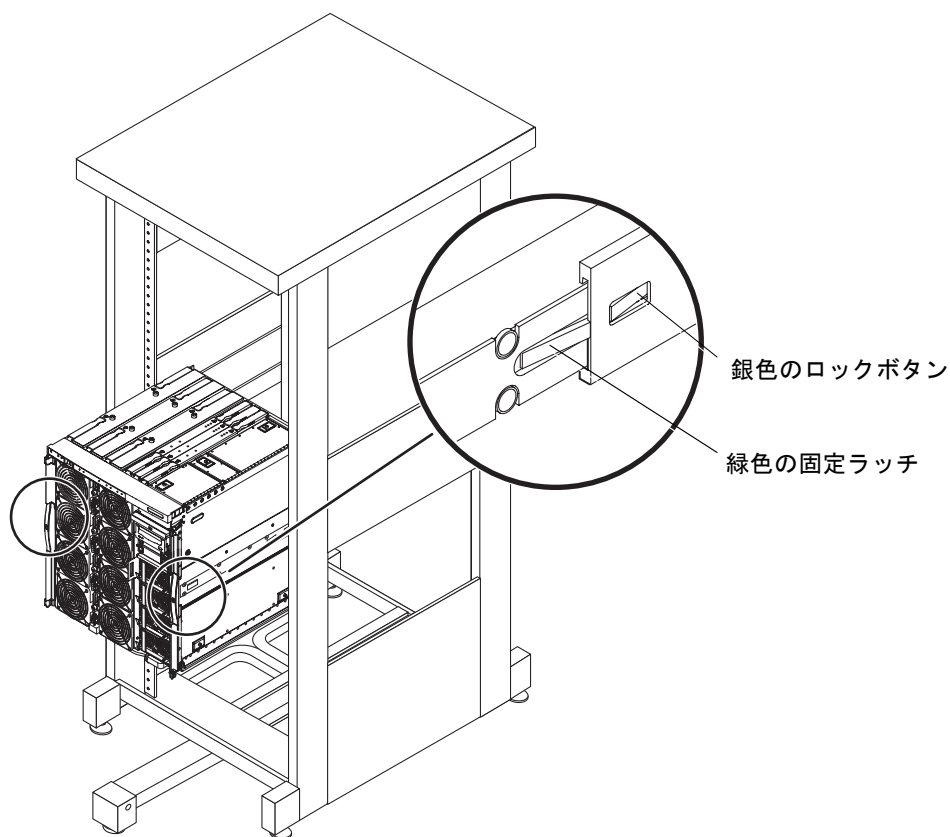
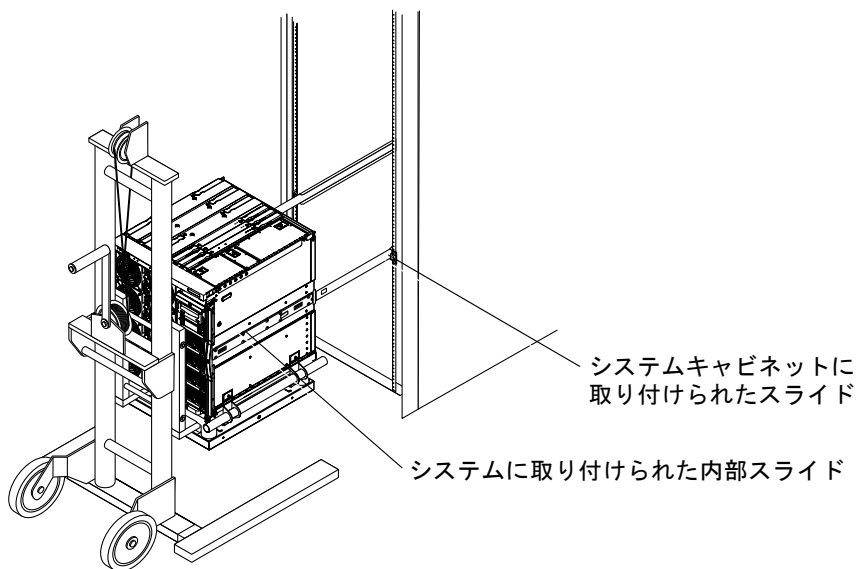

図 3-7 システムキャビネットからのシステムの引き出し
図 3-10 キャビネットスライドのシステムからの取り外し
6. 緑色の固定ラッチがカチッと音をたててかみ合い、スライドが完全に伸びた位置でロックされるまで、キャビネットからシステムを完全に引き出します (図 3-7)。
9. リフターでシステムの重量をしっかりと支えながら、左右のスライド部品の銀色のスライドロックボタン (図 3-7) を押します。キャビネットからシステムを引き出します。これによって、システムに取り付けられた内部スライドが、システムキャビネットに取り付けられたスライド部品から引き出されます (図 3-10)。
2. 新しいキャビネットにこのシステム用のスライドが付いていない場合は、古いキャビネットからスライドを取り外して、新しいキャビネットに取り付けます (図 3-10)。
9. 各スライドの緑色のラッチを押します。システムをキャビネットの中へ押し込みます (図 3-7)。